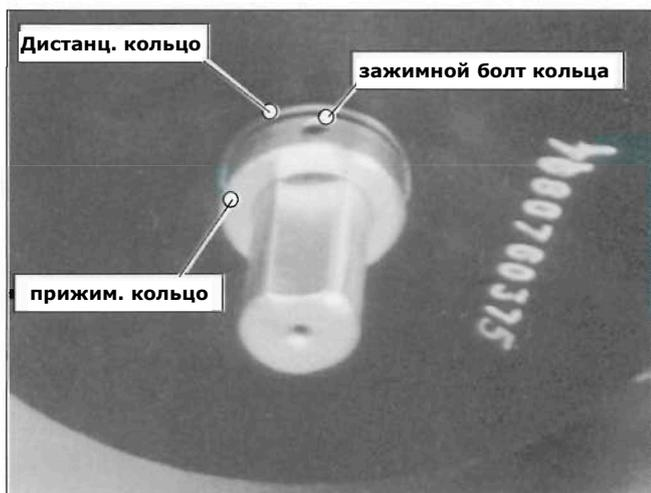

Рис. 5.4 Выравнивание прижимного кольца на одном валу роликов накопителя
- Зафиксируйте ролики зажимным кольцом на оси (Рис. 5.4). Прижмите друг к другу ролики с помощью зажимного болта кольца. Тем самым минимизируется зазор и исключается биение роликов, повышенный износ с дальнейшим соскакиванием каната.
Прижимное кольцо нужно так установить на валу, чтобы соответствующий болт прижимного кольца опирался на плоскую поверхность вала (см. Рис. 5.4)!